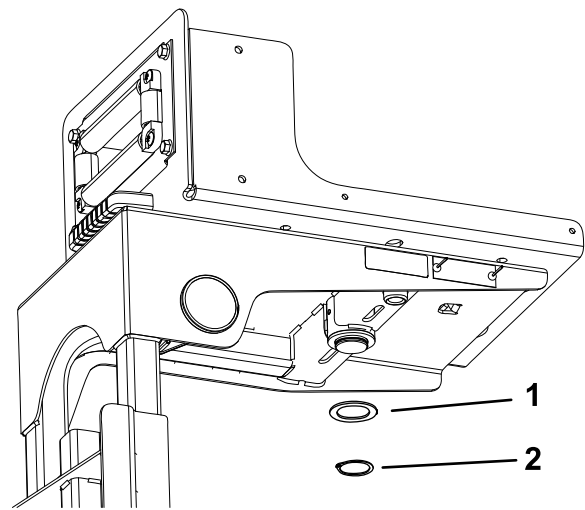

Bild 20
2. Befestigen Sie die Druckscheibe und den Sprengring an der Unterseite des Schlauchtrommelrahmens an der Strebe an der Schwenkplatte (Bild 20).